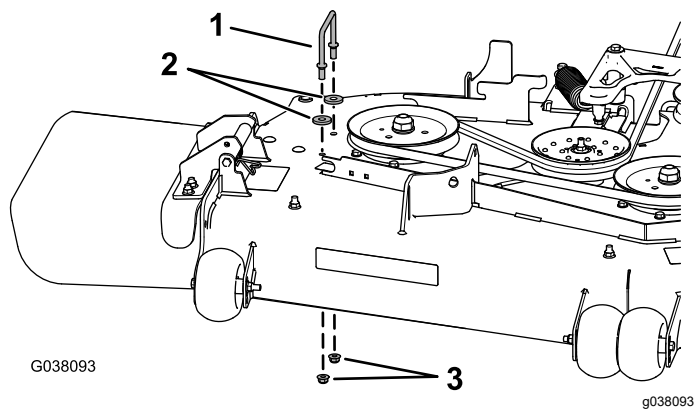

Figura 20
3. Retire el soporte de la cubierta derecha de la correa, las 2 arandelas y las 2 tuercas con arandela prensada de la carcasa de corte (Figura 20).